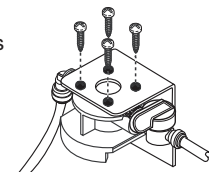

Figura 3
4. Sujete la cabeza del filtro al soporte del montaje con los 4 tornillos Phillips incluidos (ver Figura 3).